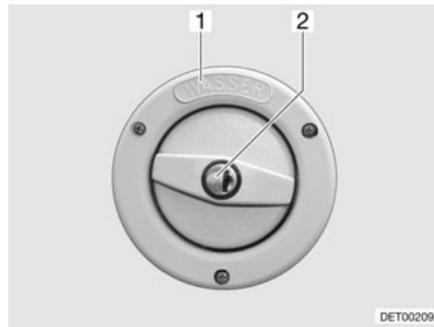
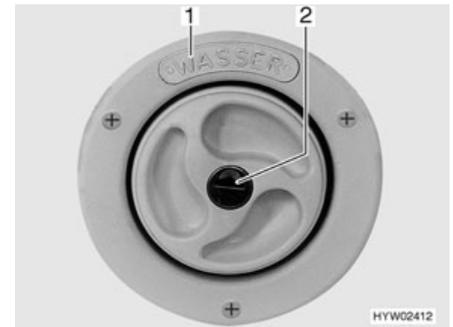

Fig. 229 Tapa de cierre para el tubo de llenado de agua potable
Fig. 230 Tapa de cierre para el tubo de llenado de agua potable (alternativa)
El tubo de llenado de agua potable está identificado con el rótulo "WASSER" (agua) (Fig. 229,1 ó Fig. 230,1). La tapa de cierre se abre y cierra con la llave para las cerraduras de trampa exteriores.
- Introducir la llave en el cilindro de cierre (Fig. 229,2 ó Fig. 230,2) y girarla un cuarto de vuelta en sentido contrario a las agujas del reloj.
- Abrir el tubo de llenado de agua potable (Fig. 229).